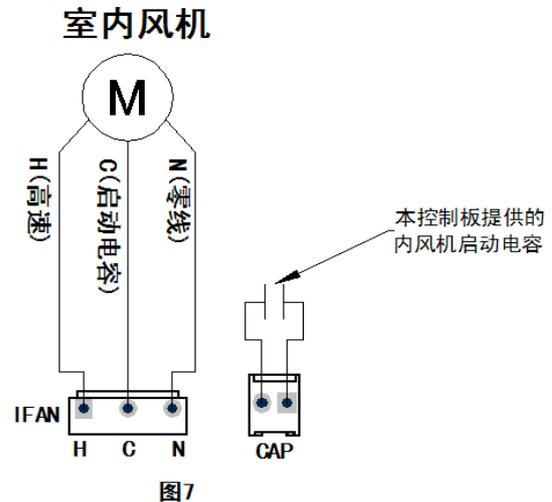

图7
2. 使用本控制板提供的内风机启动电容, 连接如图 7 所示;